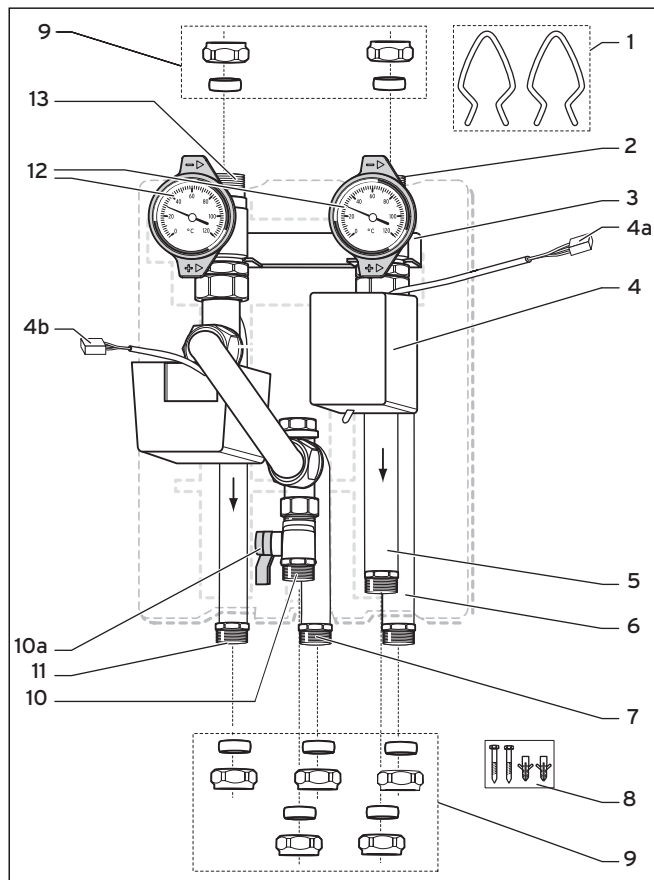

Abb. 3.1 Übersicht: Aufbau des Hydraulikblocks
- Montieren Sie die Befestigungsschiene (3, Abb. 3.1) mit den Dübeln und Schrauben (8, Abb. 3.1) an der Wand.
- Stecken Sie die Hinterschale auf die Befestigungsschiene (3, Abb. 3.1).
- Stecken Sie die Rohrstränge auf die Befestigungsschiene (3, Abb. 3.1) und lassen Sie Rohrstränge in der Befestigungsschiene einrasten.
- Sichern Sie die Rohrstränge mit den zwei Halteklammern (1, Abb. 3.1), indem Sie die Halteklammern in die Nut der Rohrstränge unter der Befestigungsschiene klemmen.
- Verbinden Sie das Heizkreis-Vorlaufrohr (2) mit dem Vorlauf des Heizkreises.
- Verbinden Sie das Heizkreis-Rücklaufrohr (13) mit dem Rücklauf des Heizkreises.
- Verbinden Sie das Heizgeräte-Vorlaufrohr (6) mit dem Vorlauf des Heizgerätes.
- Verbinden Sie das Heizgeräte-Rücklaufrohr (7) mit dem Rücklauf des Heizgerätes.
- Verbinden Sie das Verbindungsrohr (10) mit der bau-seits gestellten Rohrverbindung zum Ausgang Temperaturerhöhung am Kombispeicher (A) bzw. Pufferspeicher (B)
- Verbinden Sie das Verbindungsrohr (11) mit der bau-seits gestellten Rohrverbindung zum Eingang Temperaturerhöhung am Kombispeicher unten.
- Verbinden Sie das Verbindungsrohr (5) mit der bau-seits gestellten Rohrverbindung zum Vorlauf Nacherwärmung Warmwasser auf dem Deckel des Kombispeichers (A) bzw. mit dem obersten Anschluss des Pufferspeichers (B).
- Schließen Sie das Kabel (4b) des linken Motorventils (4, Abb. 3.1) mit dem ProE-Stecker an den Anschluss LP/UV2 am Solarsystemregler auroMATIC 620 an (siehe Bedienungs- und Installationsanleitung auroMATIC 620).
- Schließen Sie das Kabel (4a) des rechten Motorventils (4, Abb. 3.1) mit dem ProE-Stecker an den Anschluss LP/UV1 am Solarsystemregler auroMATIC 620 an (siehe Bedienungs- und Installationsanleitung auroMATIC 620).
- Schließen Sie die Absperrventile (12) des Heizungsvor- und -rücklaufs.
- Schließen Sie das Absperrventil (10a, Abb. 3.1) Rücklauf Nacherwärmung Warmwasser.